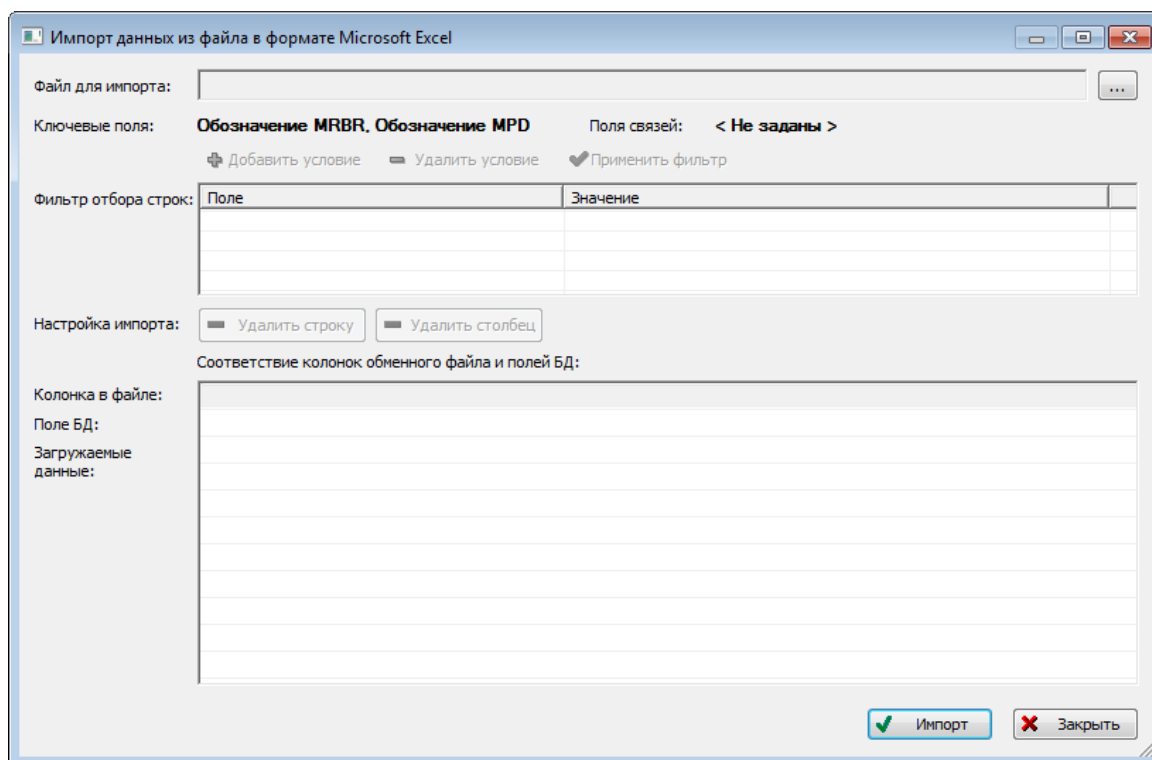

Рис. 17-82 – Окно импорта из файла Excel
В результате откроется окно «Импорт данных из файла в формате Microsoft Excel» (рис. 17-82). Описание назначения полей данного окна приведено в пункте 5.4.6 «Панель «Импорт/экспорт»», стр. 61.
5) Нажать в нем кнопку «Выбрать файл на локальном диске»  (рис. 17-82). Откроеется стандартное диалоговое окно «Открыть» – выбрать нужный файл и нажать кнопку «Открыть».